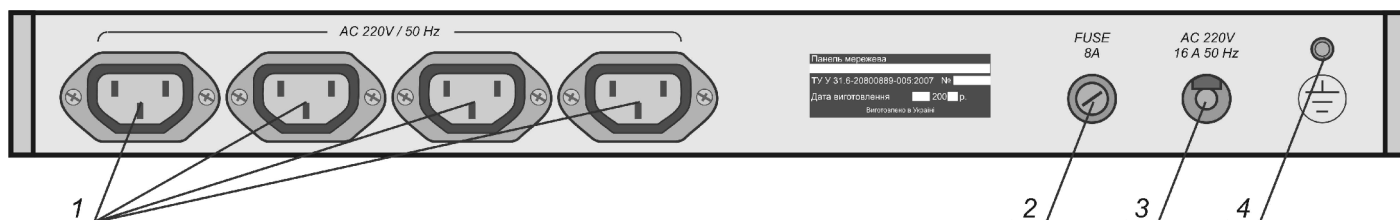

Рисунок 20
9.10 Размещение клемм и гнезд на задней панели сетевой панели и их назначение приведено на рис. 20.